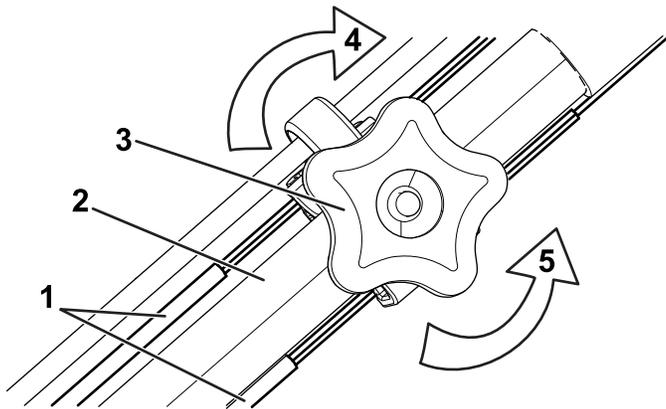

Figure 30
1. Tournez le bouton de réglage dans le sens antihoraire pour desserrer le réglage du câble (Figure 30).
2. Ajustez la tension des câbles (Figure 30) en les tirant en arrière ou en les poussant en avant puis en les maintenant à cette position.